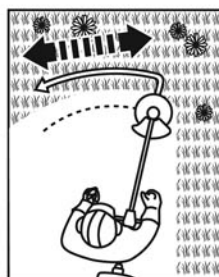

Fig. 26
- > Efetue passagens lentas e regulares com o produto, formando um arco da esquerda para a direita, e coloque o produto de novo na posição inicial antes de avançar para a área seguinte (fig. 26).